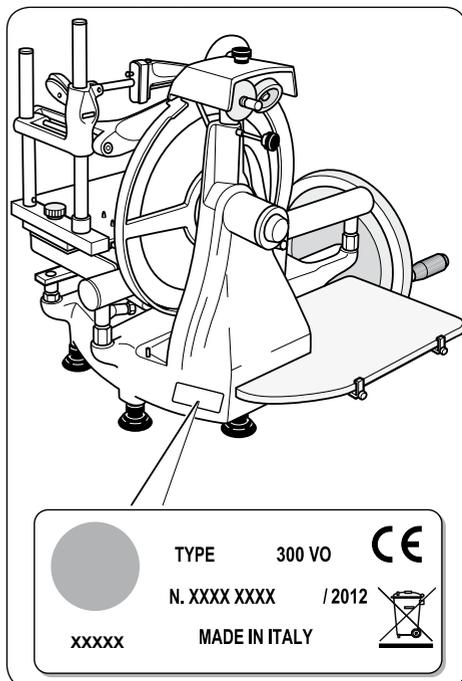

Abb. 1 - Datenschild
- Das Datenschild ist am Sockel der Aufschnittmaschine angebracht, wie in Abbildung 1 gezeigt ist.